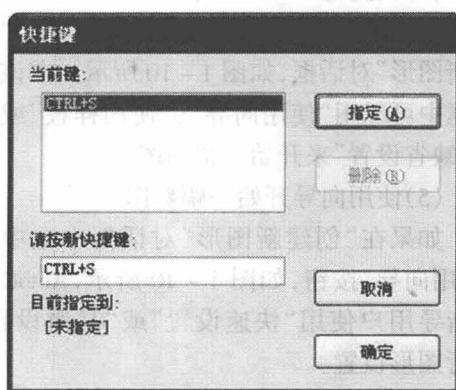

图1-9 “快捷键”窗口
(3)点击“访问”格中的“键”，然后再点击“键”右侧按钮，进入“快捷键”编辑窗口，如图1-9所示；